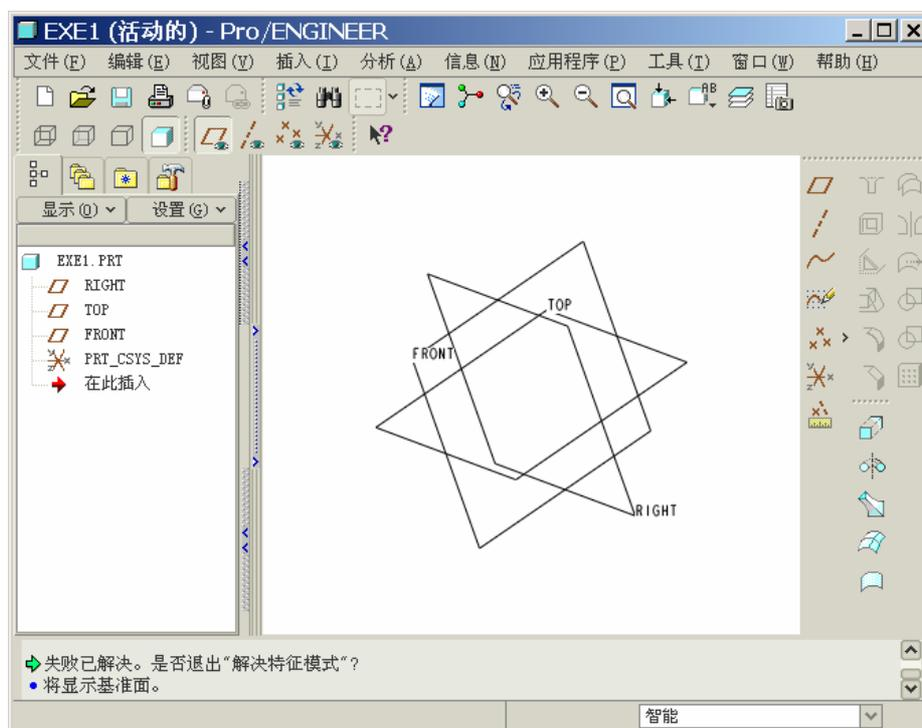

图 1-2
- (1) 单击工具栏中的新建文件按钮 ，在弹出的【新建】对话框中选择“零件”类型，并选中“使用缺省模板”选项，在【名称】栏输入新建文件名“exe1”。
- (2) 单击【新建】对话框中的【确定】按钮，进入零件设计工作界面，如图 1-2 所示。